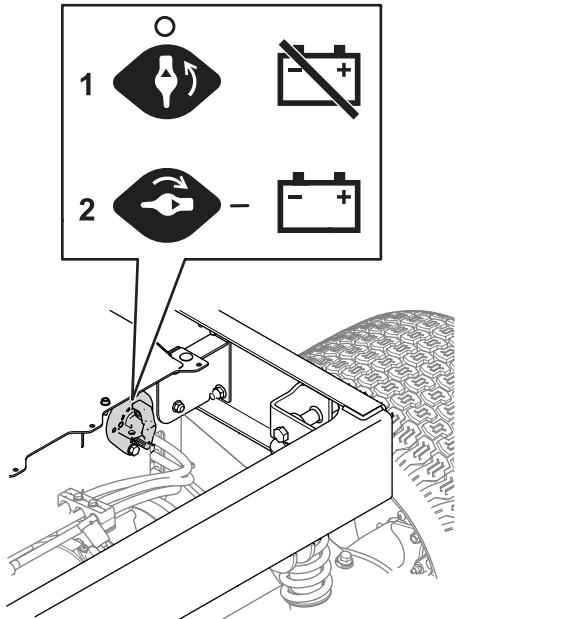

Figura 1
4. Girate l'interruttore di scollegamento della batteria in posizione OFF (spegnimento) (Figura 1).